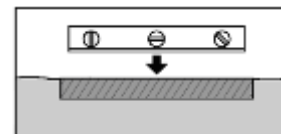

fig. 9
d) Las baldosas tienen que estar hundidas en el suelo, de manera que todo el suelo este nivelado, fig. 9, alrededor de ellas. Utilizar un nivel y una madera recta para asegurarse que las baldosas estén todas niveladas entre ellas.